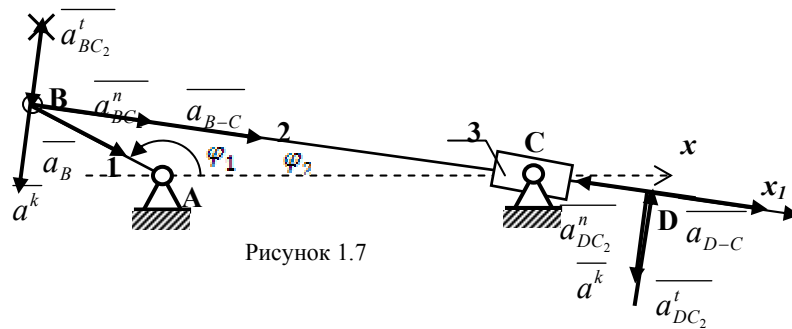

Рисунок 1.7
1.1 З векторного трикутника, (див. рисунок 1.7), маємо
Вектор \bar{a}_{BC2}^n направлений від точки В до точки С (див. рис.1.7).